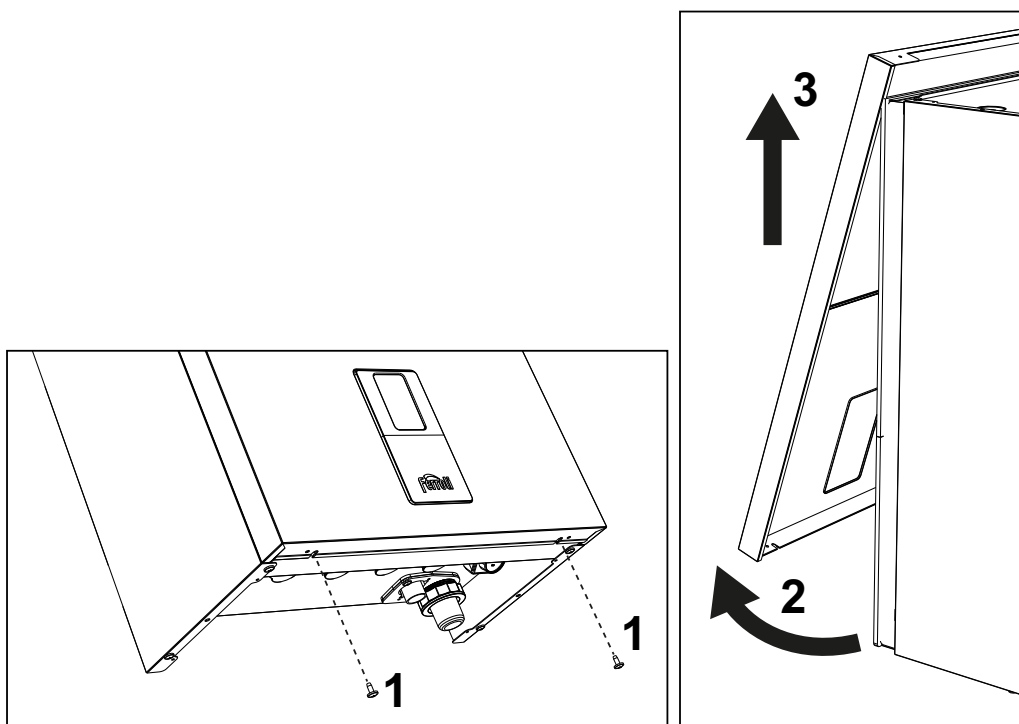

Abb. 40- Öffnen der Frontverkleidung
1. Die Schrauben „1“ lösen (siehe abb. 40).